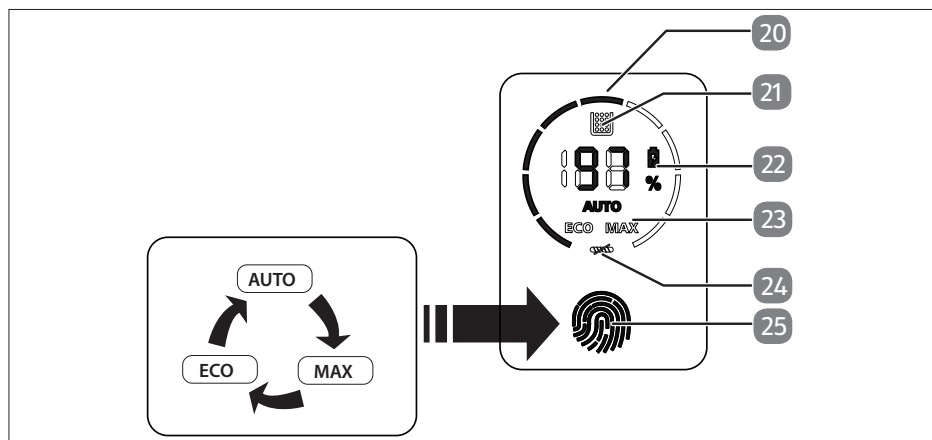

Fig. 2 – Éléments de commande
- ▶ Mettez l'aspirateur en marche en appuyant sur l'interrupteur marche/arrêt (26) et en le maintenant enfoncé. Verrouillez l'interrupteur marche/arrêt en appuyant sur le bouton de verrouillage (27).
- ▶ Touchez le panneau de commande (25) pour régler le mode de fonctionnement **Auto**, **Max** ou **Eco**. La puissance du moteur est affichée dans le champ d'affichage (20) (voir Fig. 2).